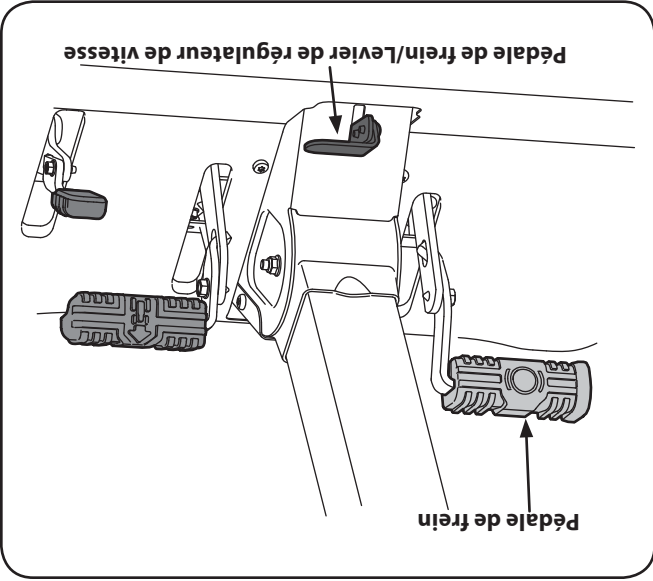

Figure 5-1
2. Pour vous déplacer en MARCHE AVANT, appuyez lentement sur la pédale d'accélérateur jusqu'à l'obtention de la vitesse désirée. Voir la Figure 5-1.
2. Serrez le frein de stationnement en appuyant sur la pédale de frein , puis abaissez la manette de frein/régulateur de vitesse et relâchez la pédale de frein . Voir la Figure 5-1.
3. Placez la bouton de la prise de force (embrayage de la lame) à la position OFF (non enclenchée). Voir la Figure 5-1.
4. Déplacez la bouton du volet de départ à la position « FULL CHOKE ». Voir la Figure 5-1.